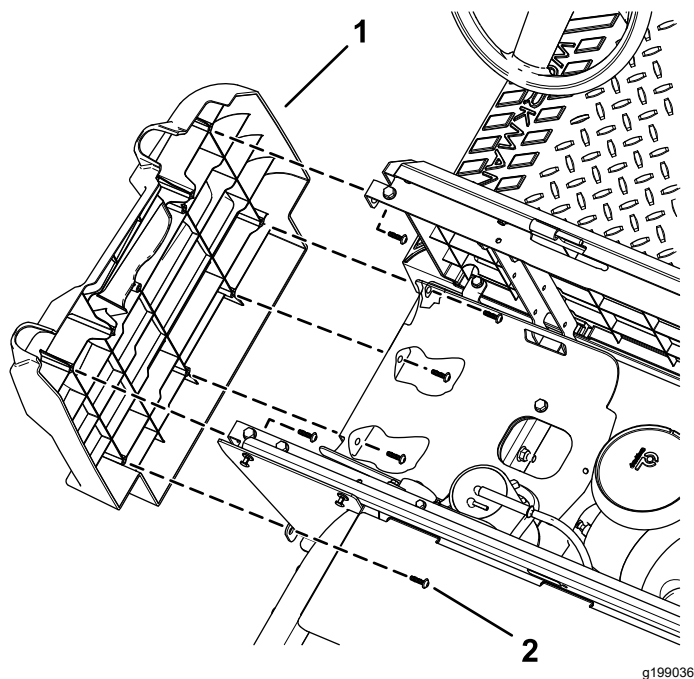

図 9
4. 左側パネルからトルクスネジ (M6.0 x 22 mm) 4本を取り外す (図 9)。